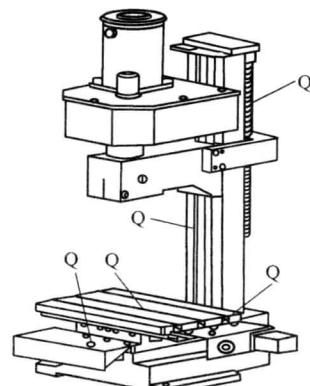

图 1-1 小型数控铣床注油部位
(3) 数控铣床机械的保养润滑 为了保证加工精度，避免机械磨损，机械摩擦表面必须经常注油。结束当天的加工任务后，应用油壶对机械摩擦表面和工作台丝杠加注少许润滑油，如图 1-1 所示（图中“Q”表示注油部位）。